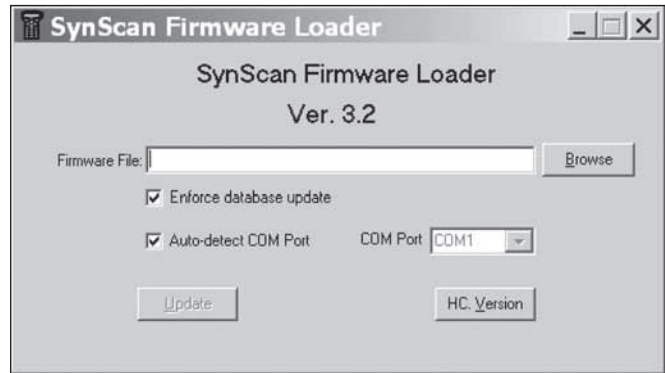

Figura 4. Ventana de la aplicación del cargador de firmware SynScan.
3. En el ordenador, ejecute el archivo SynScanFirmwareLoader.exe. Una ventana de la aplicación se muestra en la **figura 4**.